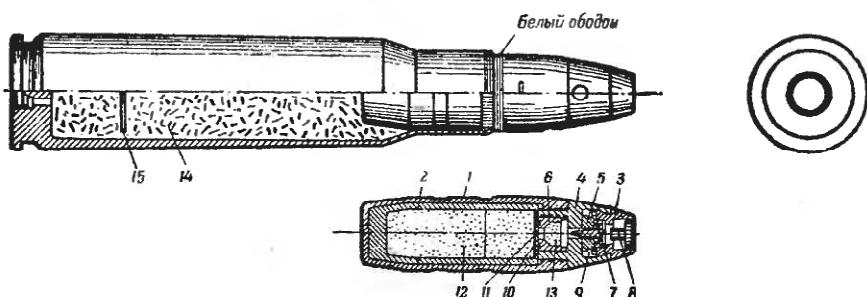

Рис. 40. 12,7-мм японский патрон с разрывной пулей МД мгновенного действия:
4. 12,7-мм японский патрон с разрывной пулей МД мгновенного действия (рис. 40)